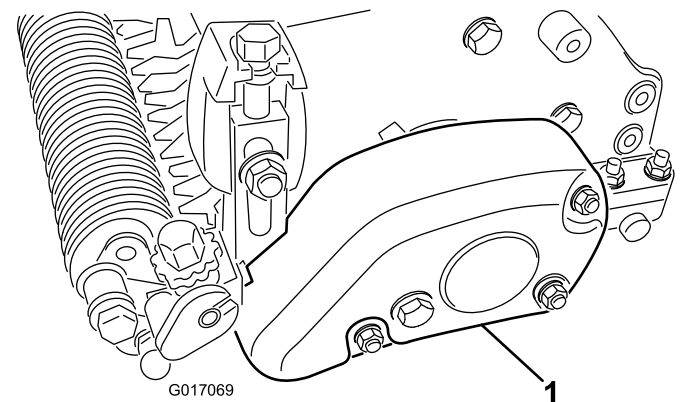

図 16
31. ベルトカバーをグルーマハウジング・アセンブリに取り付けるロックナット3個を使用する 図 16。